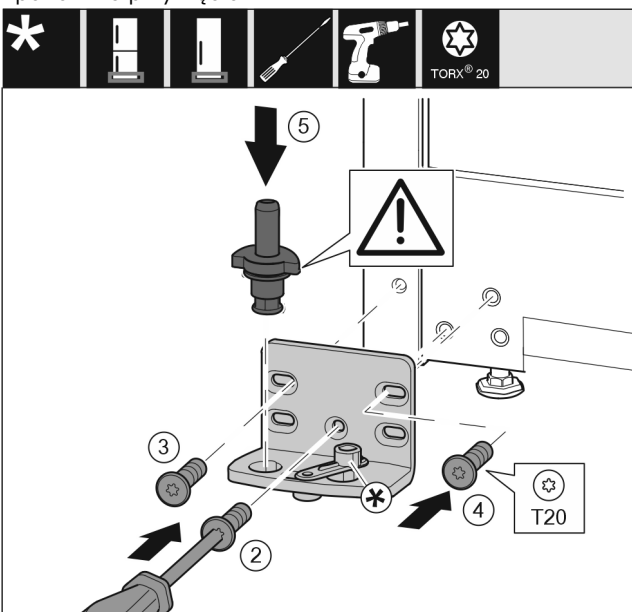

Fig. 20
- Założyć płytkę zawiasu z drugiej strony i przykręcić śrubokrętem. Rozpocząć od śruby Fig. 20 (2) dolnej umieszczonej na środku.
- Dokręcić śrubę Fig. 20 (3) i śrubę Fig. 20 (4).
- Założyć cały trzpień zawiasu Fig. 20 (5). Zwrócić przy tym uwagę, by krzywka zatrzaskowa wskazywała do tyłu.